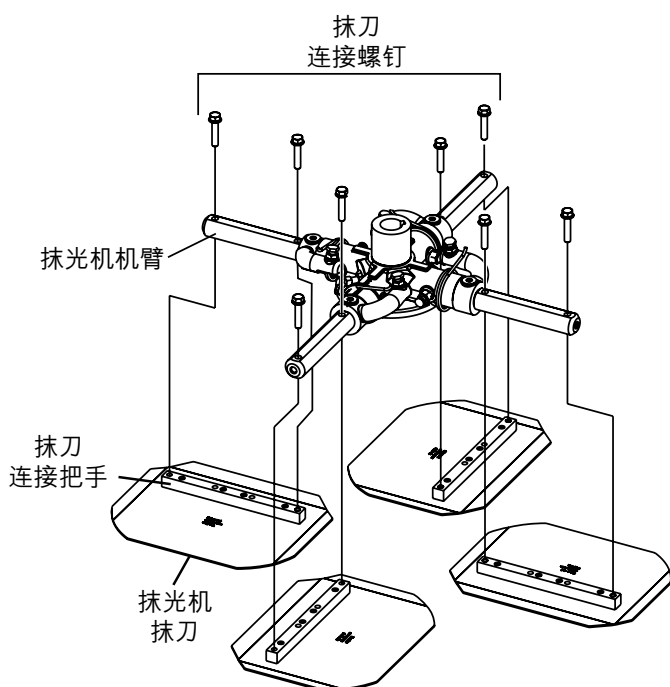

图51. 拆除抹刀
2. 拆除抹光机机臂上的所有螺栓和防松垫圈，然后拆除抹刀，如图 51 所示。